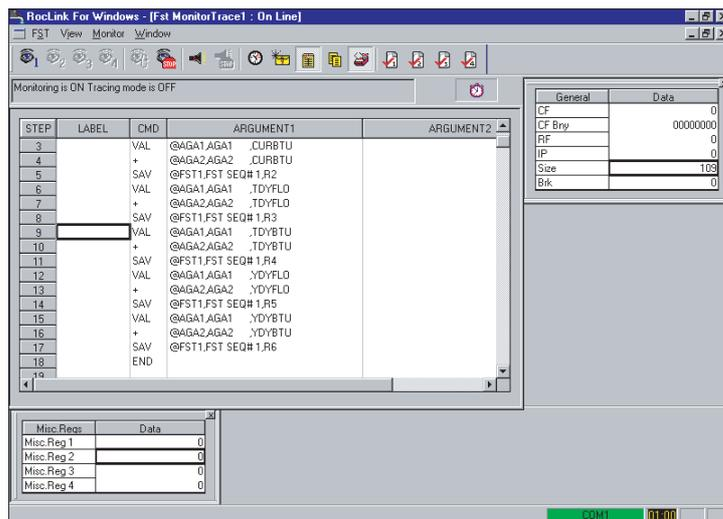

Figura B-14. Exibição de FST Monitor
Para iniciar o modo Monitor para exibir a FST selecionada, selecione a FST desejada no menu Monitor no menu On Line FST. Consulte a Figura B-14. A Tabela B-3 lista as teclas e subsequentes ações para o modo Monitor.
Note que a Linha de Status de Ajuda na parte superior da exibição do Monitor indica que o modo Monitor está ATIVO (ON) e o modo Trace está DESATIVADO (OFF). Consulte a Figura B-14.